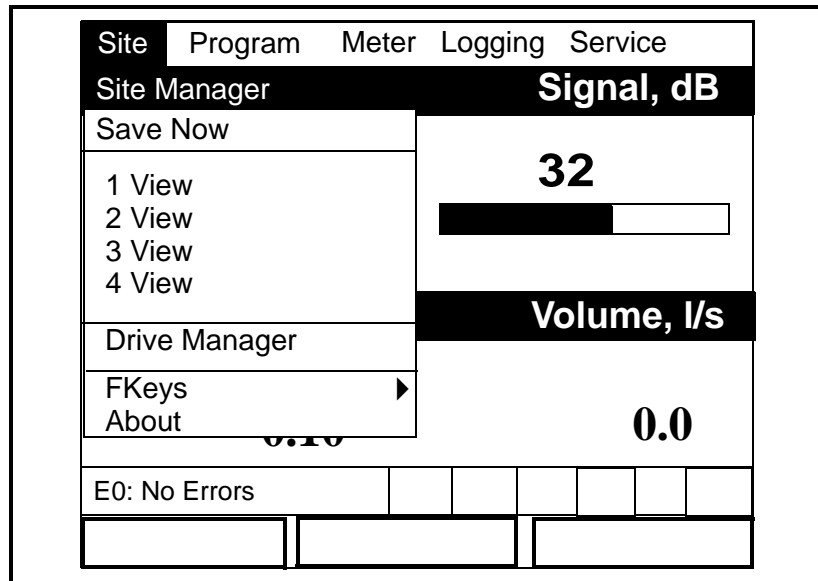

Figura 4-1: Menú Site (Ubicación)
2. Con el menú *Site* (Ubicación) resaltado, pulse [ENTER] y aparecerá una pantalla como la de la figura 4-1.
- Desde el menú *Site* (Ubicación) (consulte la figura 4-1 en la página 4-1), desplácese hasta la opción *Save Now* (Guardar ahora) y pulse [ENTER]. O bien,